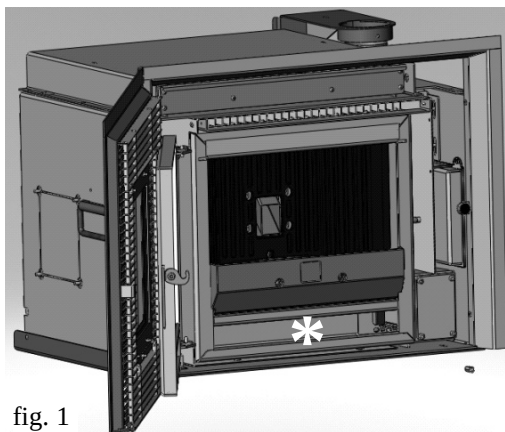

fig. 1
- Pulire il focolare ed il vano (✱) sotto il focolare (fig. 1).